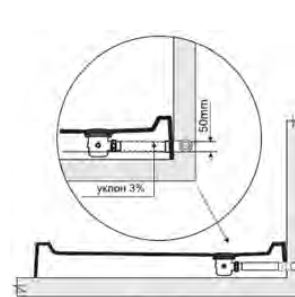

Рис. 1
ВНИМАНИЕ! Монтаж душевой кабины производится только на полностью подготовленное место (рис. 1,2).
7. Для обеспечения слива воды из поддона канализационная труба должна быть ниже дна поддона. Уровень канализации не должен превышать 30 мм от пола до центра канализационной трубы (рис.1,2).